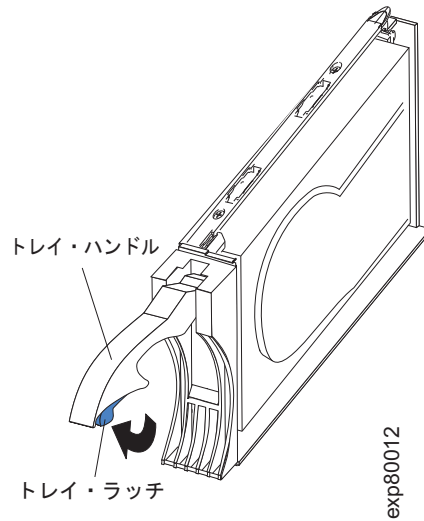

図 35. E-DDM FRU ハンドル
- b. 図 35 に示すように、トレイのハンドルが開放位置になるように引きます。
- a. 85 ページの図 35 の矢印によって示されるように、トレイ・ハンドルの下部の内側を押して、E-DDM FRU のラッチを解放します。